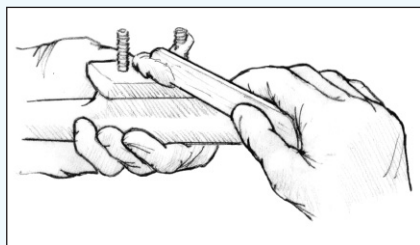

Figura 17 Aplique epoxi espesado a la base del accesorio y a las roscas de la fijación.
- Injecte una mezcla espesa de epoxi/404 o 406 en el taladro. Use suficiente mezcla para asegurarse de que no queden huecos en el taladro después de insertar la fijación. Aplique epoxi espesado a la base del accesorio y a las roscas de la fijación (*Figura 17*).